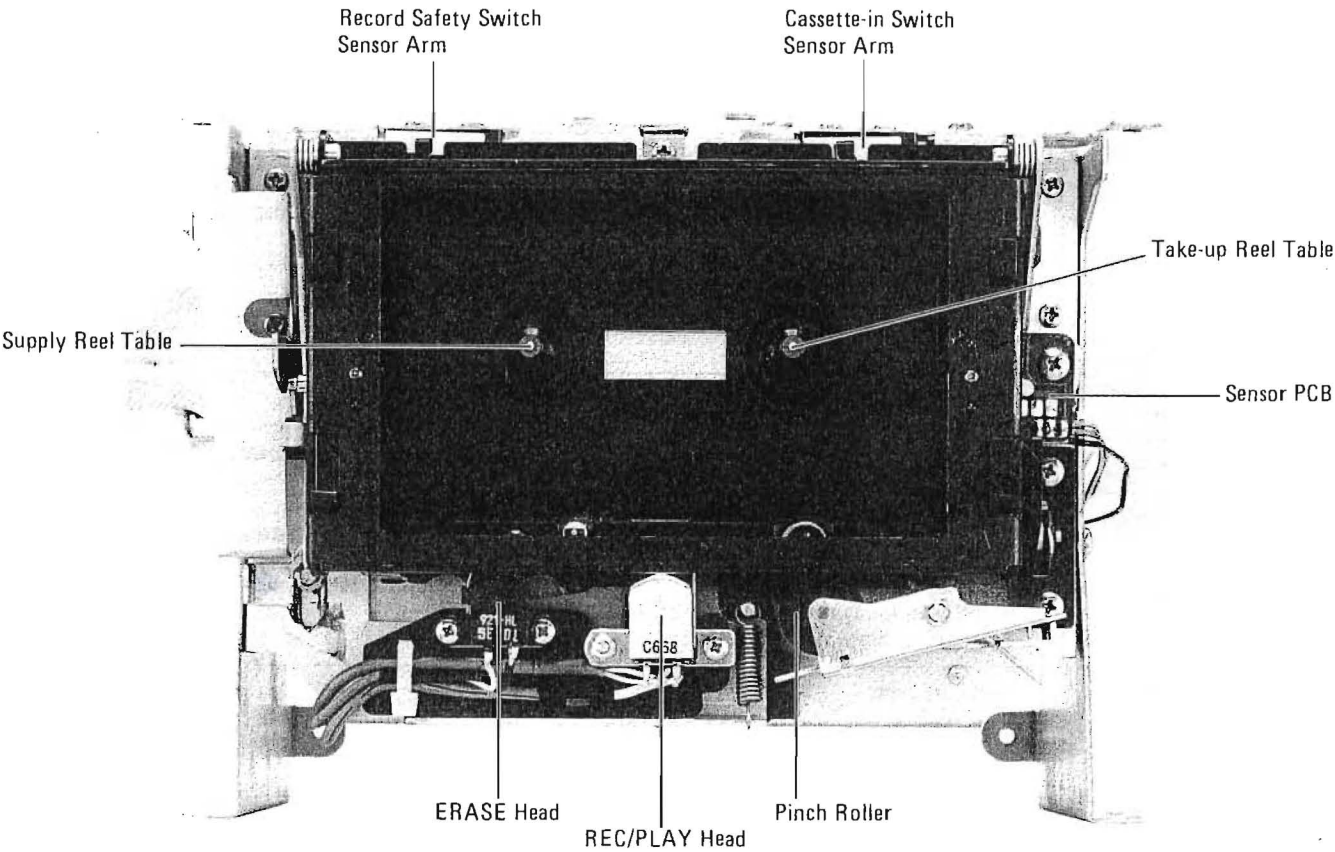
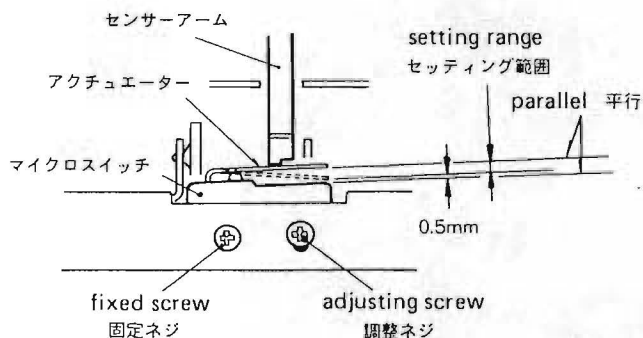

Fig. 3-2
Fig. 5-1
3. Adjust mounting position of the two micro switches, cassette-in switch (S502) and record safety switch (S501) (for switch location, refer to Fig. 3-2, so that the actuator position is in the setting range shown by Fig. 5-1.
3. カセットイン・スイッチ (S502)、録音防止スイッチ (S501) 共 (両スイッチ取付箇所は図3-2を参照)、アクチュエータ位置が図5-1のセッティング範囲内になるようにスイッチ取付位置を調整する。